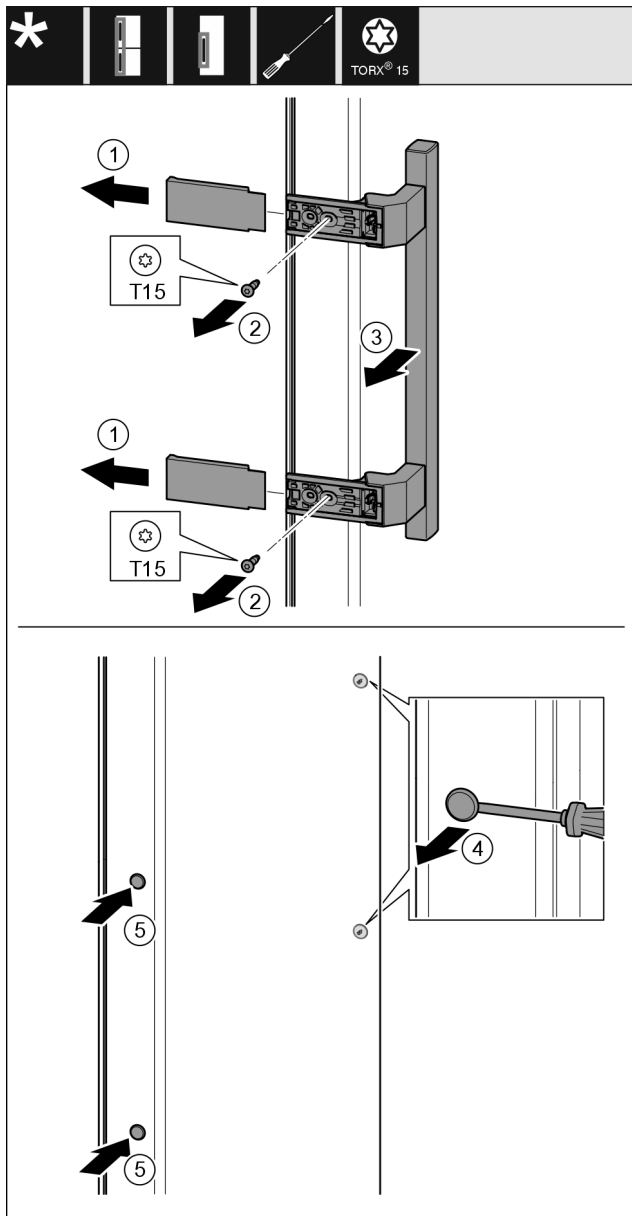

Fig. 19
- ▶ Trekk av dekselet Fig. 19 (1).
- ▶ Skru ut skruene Fig. 19 (2) med en skrutrekker.
- ▶ Ta av håndtaket Fig. 19 (3).
- ▶ Løft pluggene på siden Fig. 19 (4) forsiktig med en skrutrekker og trekk dem ut.
- ▶ Sett igjen inn pluggen Fig. 19 (5) på den andre siden.